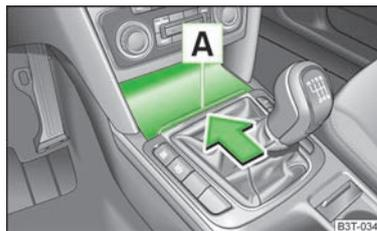

Fig. 91
- » Aprire il posacenere.» fig. 91
- Premere la parte inferiore dello scomparto portaoggetti nella zona **A** in direzione della freccia per aprire il coperchio.» fig. 91